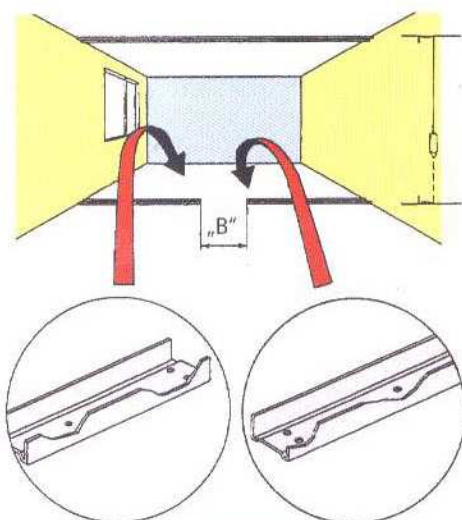

рис. 5.3
- 3 Напольные профили крепите в соответствии с размеченным дверным проемом (размер «В» рис. 3.3). В профиль вблизи будущего дверного проема всегда вбивайте два дюбеля рядом друг с другом (рис. 5.3).